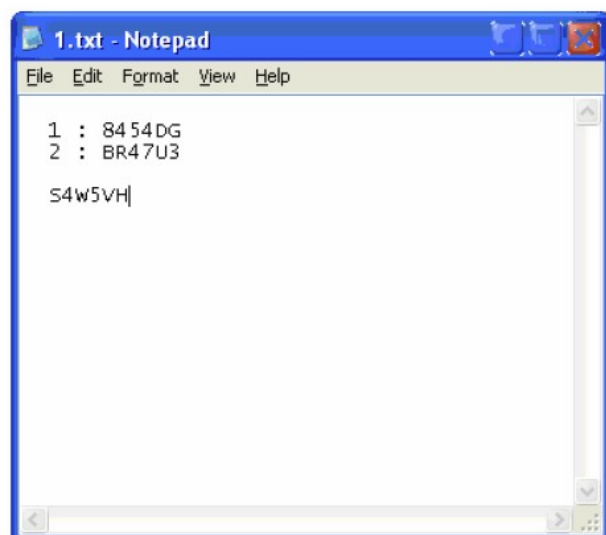

Рис.1-18
□ Введение в форматы кодов файлов. Например, предположим, что есть файла кода 1.txt (рис.1-18):